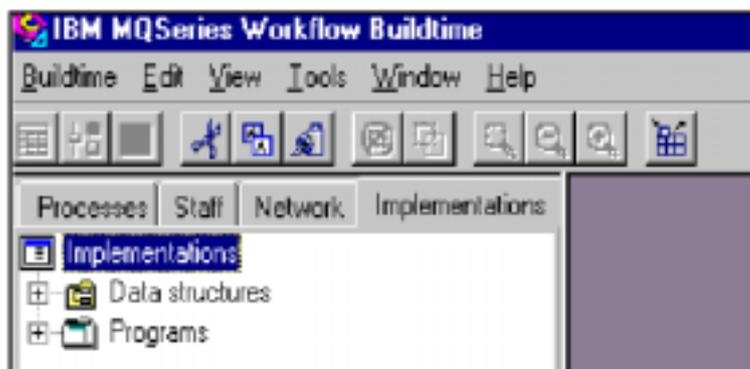

图 4-6 执行标签
1. 选择执行（Implementations）标签，如图 4-6 所示。